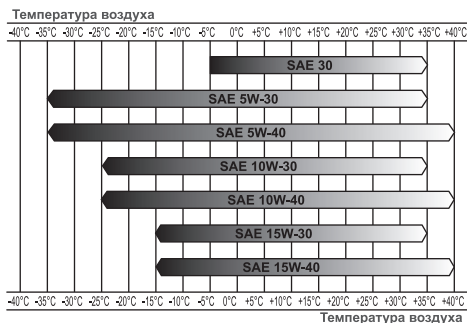

Рис. 3 Определение вязкости масла
масла по классификации SAE выбирается в зависимости от температуры окружающего воздуха, при которой будет работать двигатель. При выборе вязкости масла пользуйтесь таблицей, показанной на Рис. 3.
3. Залейте бензин в топливный бак при помощи специальной емкости или воронки до уровня, показанного на Рис. 3.